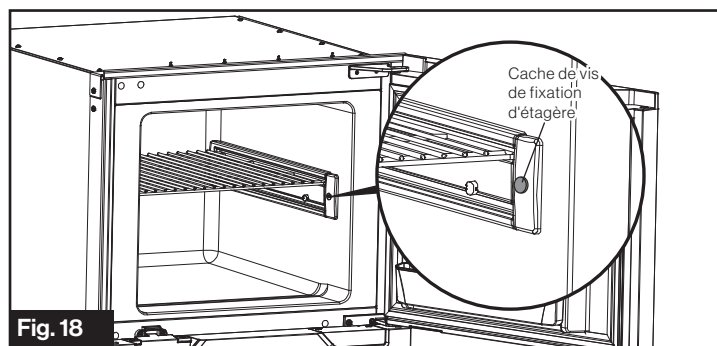

Fig. 18
2. Soulevez le cache de la vis de fixation de l'étagère à l'aide d'un outil pointu. (Fig. 18)